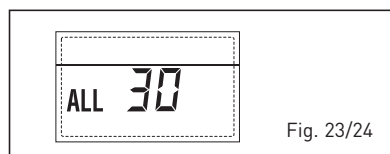

Fig. 23/24
– **ANOMALÍA SONDA IMPULSIÓN CASCA-DA “ALL 31” (fig. 23/25)**